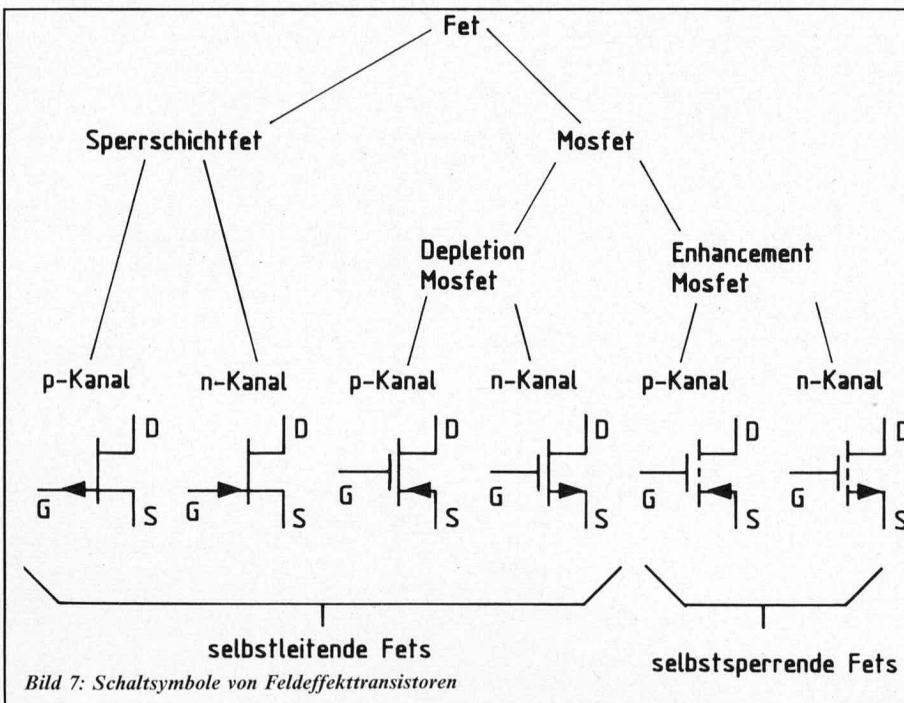

Bild 7: Schaltsymbole von Feldeffekttransistoren
Insgesamt unterscheidet man 6 verschiedene Feldeffekttransistor-Typen, deren Schaltsymbole in Bild 7 zusammengestellt sind. Als Einzeltransistoren am weitesten verbreitet sind hierbei die Sperrschichtfets, die sowohl als n-Kanal als auch p-Kanal-Typ erhältlich sind. Die Steuerelektrode ist das Gate (G) mit dem sich der Widerstand zwischen Drain (D) und Source (S) steuern läßt. Mit Steuerspannung U_{GS} wird die Spannung zwischen Gate und Source bezeichnet. Die Eingangswiderstände sind extrem hochohmig und bewegen sich bei Sperrschichtfets im Bereich von 10^{10} bis $10^{13} \Omega$ und bei Mosfets von 10^{13} bis $10^{15} \Omega$.